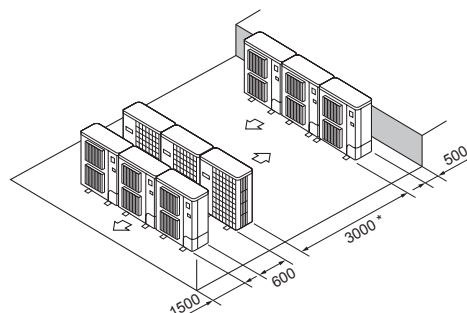

Fig. 2-18
- ⑥ Plassering av flere parallellenheter (Fig. 2-18)